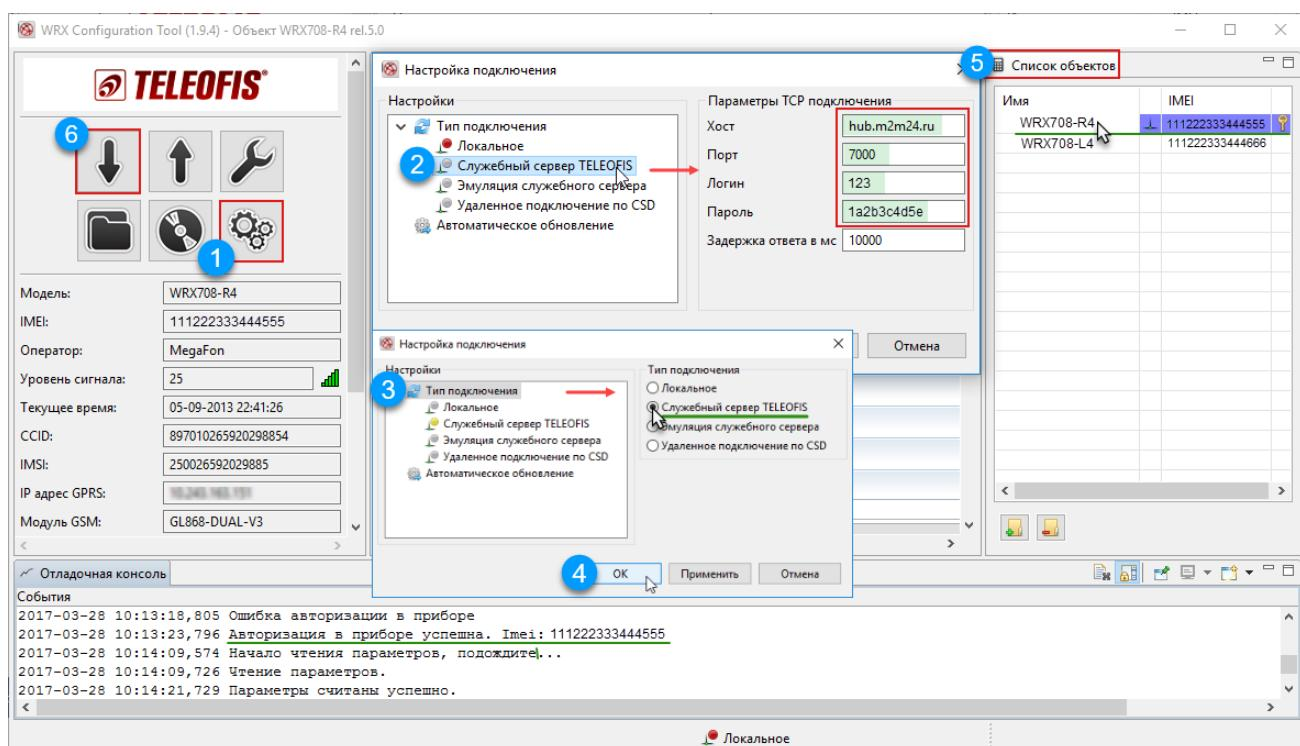

Рис. 33. Настройка подключения терминала к служебному серверу M2M24.
5. В программе WRX Configuration Tool настройте параметры TCP-подключения (Рис. 33):
- В меню **Настройки подключения** (1) в левой части открывшегося окна нажмите на **Служебный сервер TELEOFIS** (2) и введите параметры TCP-подключения: хост — **hub.m2m24.ru**, порт — **7000**, логин и пароль — из загруженного с раздела **service** файла конфигурации (в примере: логин – 123, пароль - 1a2b3c4d5e).
- Нажмите **Тип подключения** (3) и в правой части окна выберите тип подключения **Служебный сервер TELEOFIS**. Примените выбранные изменения, нажав **OK** (4).
- В окне **Список объектов** (5) выберите терминал, к которому хотите подключиться по служебному каналу. Дождитесь, пока в отладочной консоли появится сообщение **Авторизация в приборе успешна**.